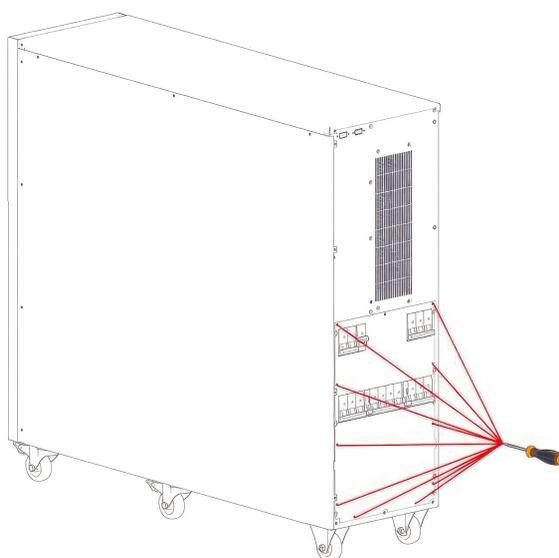

Рисунок 3.3. Снятие защитной крышки
2. Отвинтить крепёжные элементы защитной крышки на задней стороне ИБП, после чего снять её (см. рис. 3.3).